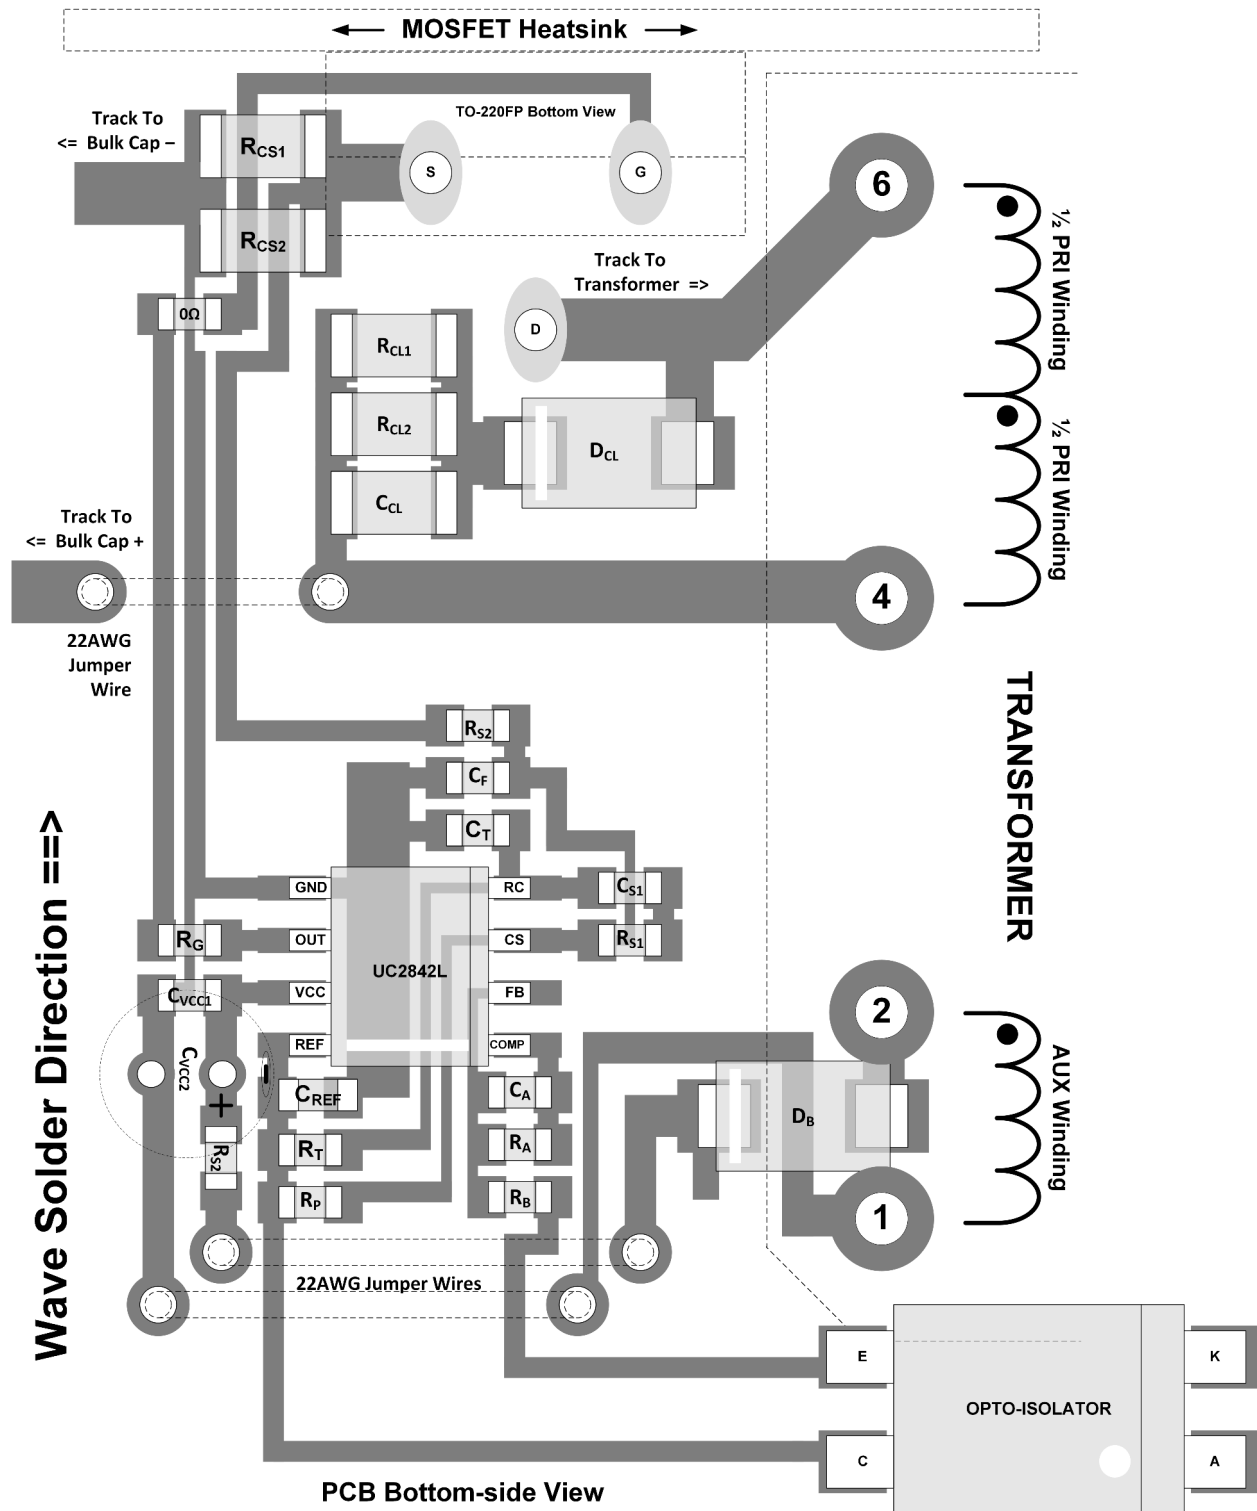

図 8-6. レイアウトの図
- 単層の基板上でウェーブ半田用に配置された SMD 部品を、図 8-6 に示します。複数の層を使用する場合は、相互接続を容易にし、電流ループ領域を減らすため、一部の部品を再配置できます。半田付けプロセスで可能なら、SMD 部品を垂直方向に配置すると、相互接続やループ領域が改善される場合があります。